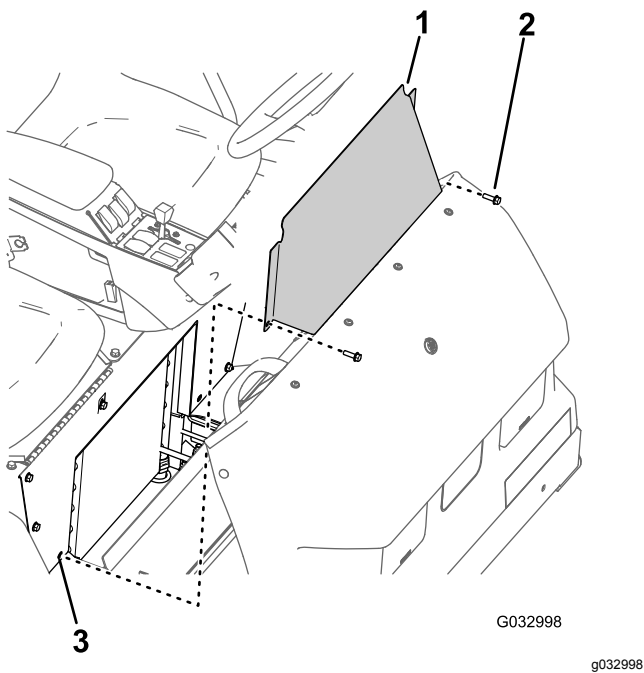

Figura 60
1. Retire los 2 pernos con arandela prensada que sujetan el panel de acceso de la base del asiento a la base del asiento (**Figura 60**).
2. Retire el panel de acceso de la base del asiento de la máquina (Figura 60).
1. Alinee los taladros del panel de acceso de la base del asiento con los taladros de la base del asiento (Figura 60).
2. Monte el panel de acceso de la base del asiento a la base del asiento con los 2 pernos con arandela prensada (Figura 60) que retiró en el paso 1 de Retirada del panel de acceso de la base del asiento (página 53).